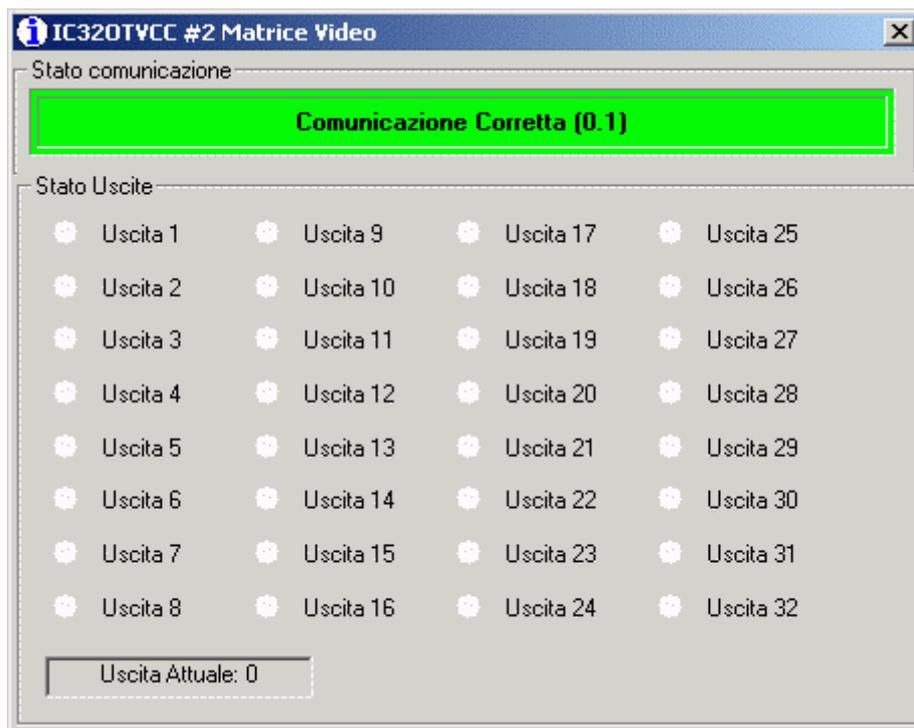

Figura 2.17 – MapsUsr32: Finestra Dettaglio scheda IC320TVCC
- fare clic sul pulsante **Dettagli**, anch’esso situato nell’area “Centrali” (Figura 2.3). Si ottiene l’apertura della finestra di Dettaglio della centrale selezionata. La Figura 2.17 riporta tale finestra nel caso si sia selezionata una scheda di interfaccia per matrici video IC32OTVCC :